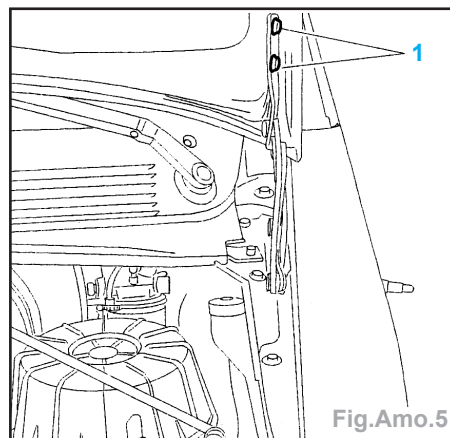

Fig.Amo.5
- De chaque côté, déposer : les 2 vis (1) (Fig.Amo.5).